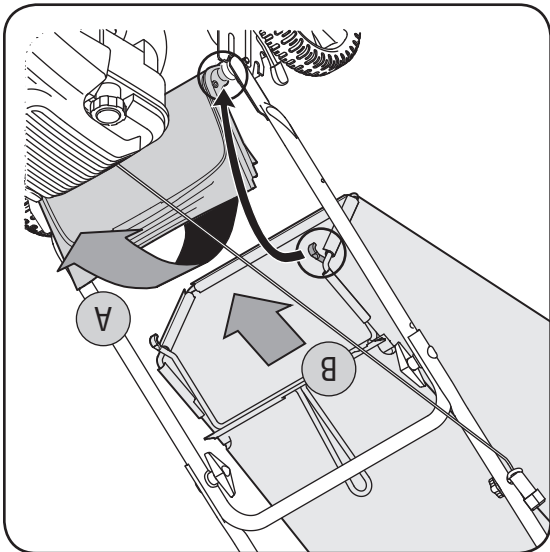

Figure 7
- Relevez le clapet d'éjection arrière de la tondeuse et placez le sac à herbe sur la tige de pivotement. Lâchez le clapet pour qu'il repose sur le sac à herbe. Voir la Figure 7.
- Relevez le clapet d'éjection arrière de la tondeuse, comme à la Figure 7. Relevez le sac à herbe et dégagez-le de la tige de pivotement. Lâchez le clapet d'éjection arrière pour fermer l'ouverture sur l'arrière de la tondeuse.